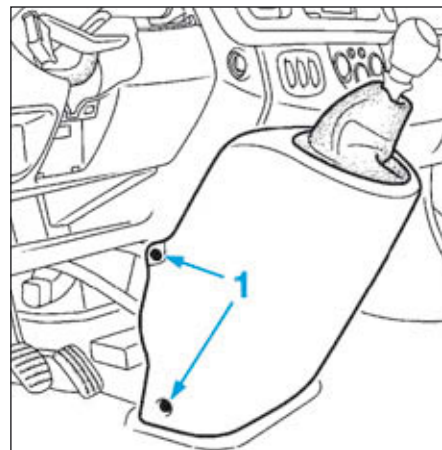

FIG.61
- Déposer les vis (1) de la console centrale (Fig.61).